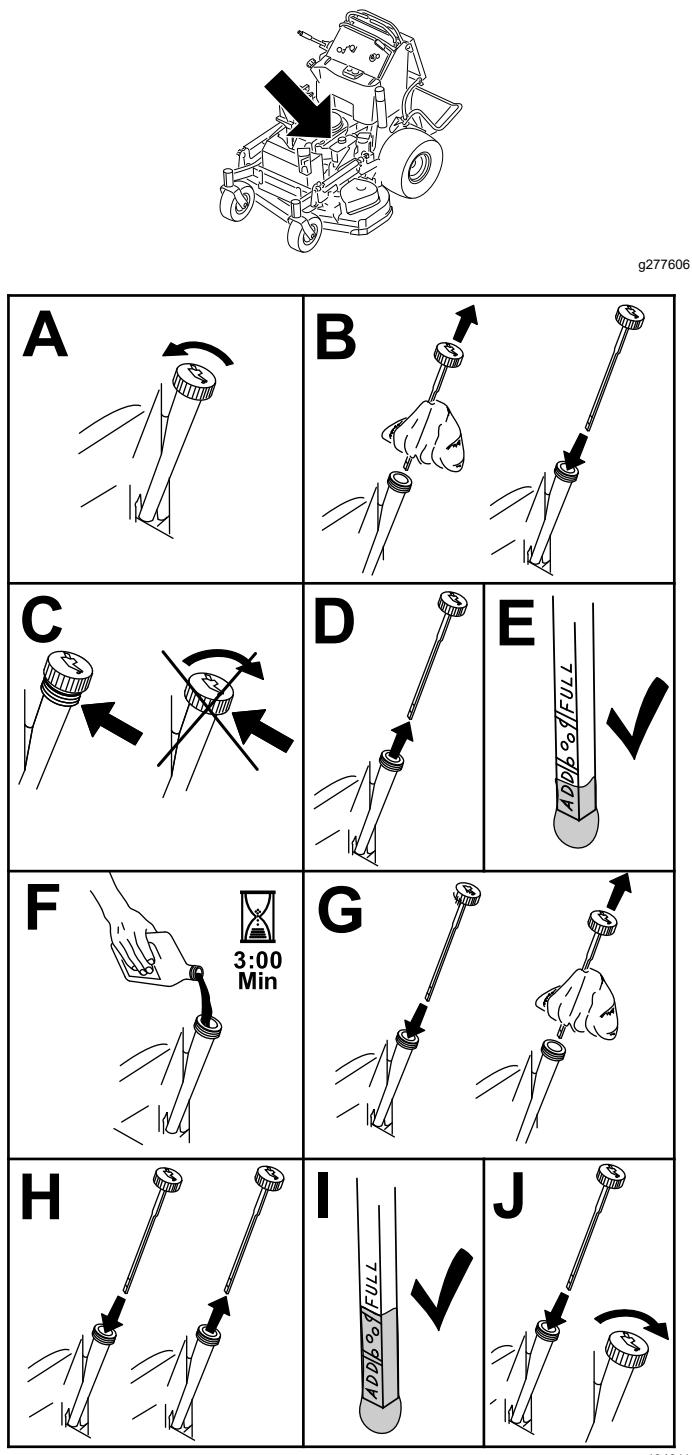

Figura 39
3. Controllate il livello dell'olio motore come mostrato nella (Figura 39).